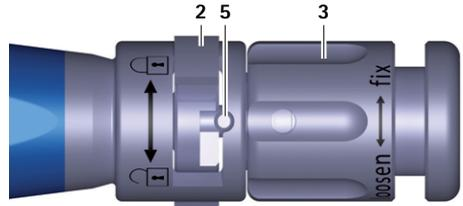

Abb. 4 Nahaufnahme Einsetzinstrument, Probeimplantat/Implantat verspannt
- Drehmutter 3 am Einsetzinstrument A im Uhrzeigersinn (Richtung "fix") drehen, bis Probeimplantat verspannt ist, siehe Abb. 4.
- ▶ Drehmutter 3 am Einsetzinstrument A im Uhrzeigersinn (Richtung: "fix") drehen, bis Implantat verspannt ist, siehe Abb. 4.